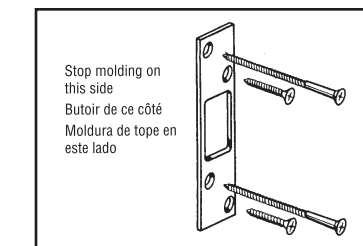

Fig. 6B
Step 6B: Deadbolt Strike - For deadbolt models, position strikeplate to align with deadbolt. Be sure center of bolt aligns with the center of the strike. Outline with pencil, and chisel or rout 3/32 in. deep, inside the outline, so that strike will be flush with jamb. Predrill 1/8 in. holes. The holes nearest to the stop molding receive the long screws. Install the screws into the strike (**Fig. 6B**).
Étape 6B: Gâche de serrure à pêne dormant - Pour les modèles munis d'un pêne dormant, posez la gâche de façon à ce qu'elle soit alignée avec le pêne dormant. Assurez-vous que le centre du pêne soit bien aligné avec le centre de la gâche. Tracez le contour au crayon et creusez le long du tracé à une profondeur de 0,24 cm, de façon à aligner la gâche avec le montant. Percez des avant-trous à l'aide d'un foret de 1/8 po. Les vis longues seront insérées dans les trous les plus près du butoir. Insérez les vis dans la gâche (**Fig. 6B**).
Paso 6B: Cerrojo para cerradura con pestillo: En los modelos de cerradura con pestillo, alinee la placa del cerrojo con la cerradura con pestillo. Asegúrese de que el centro del perno se alinee con el centro del cerrojo. Marque con un lápiz y cincele o rebaje 0,24 cm (3/32") de profundidad, dentro de la marca, de manera que el cerrojo quede al ras con la jamba. Taladre previamente orificios de 0,32 cm 1/8". Los orificios que estén más cerca de la moldura de tope recibirán los tornillos largos. Instale los tornillos en el cerrojo (**Fig. 6B**).